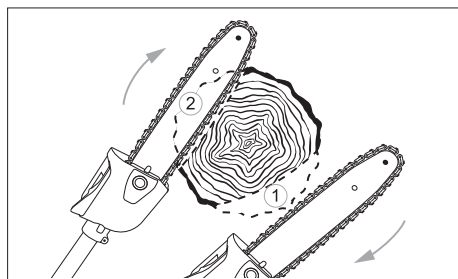

fig. 20
Pour éviter la rupture de l'écorce, le recul et le coincement du guide de scie au cours du branchage commencez toujours par la réalisation d'une coupe facile (1) sur la partie inférieure de la branche. Utilisez le bord coupant et passez-le sous la partie inférieure de la branche sur les tangentés. Après faites la coupe transversale. Coupe facile (fig. 20).